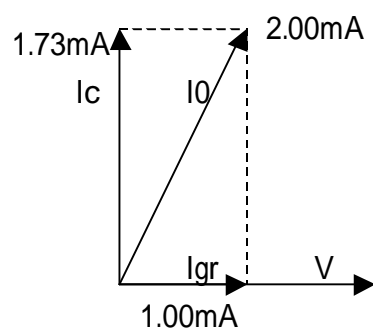

図1: 単相2線式
1. 測定図1のように結線します。
7. ベクトル図で表示すると図1のようになります。